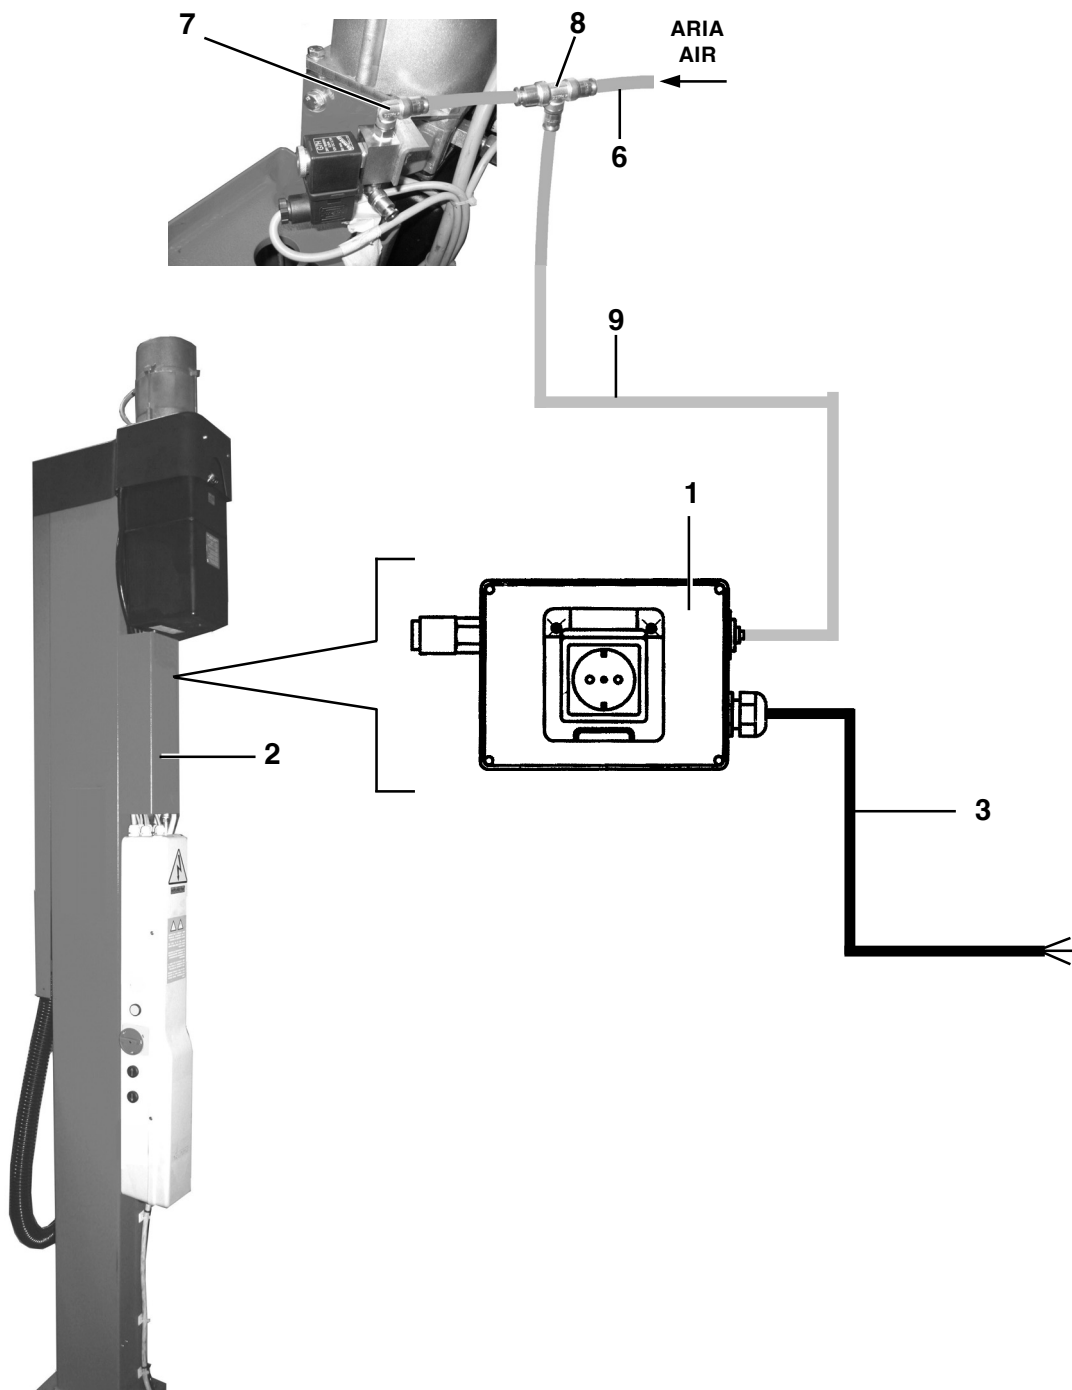

Fig.35
- Fissare la scatola (1 Fig. 35) del kit di distribuzione corrente elettrica + aria compressa al carter (2) tramite le apposite viti;
- Secure box (1 Fig. 35) from power supply kit + compressed air to cover guard (2) using the special screws;
- Den Kasten (1 Abb. 35) des Strom- und Druckluftverteilers mit den entsprechenden Schrauben an der Abdeckung (2) befestigen.
- Die Druckluftleitung (6) nahe am Anschluss (7) zuschneiden und den pneumatischen T-Anschluss (8), der an der Leitung (9) des Kits Energie montiert ist, einfügen.
- Fixer la boîte (1 Fig. 35) du kit de distribution du courant électrique + air comprimé au carter (2) au moyen des vis appropriées;
- Couper le tuyau pneumatique (6) à proximité du raccord (7) et introduire le raccord pneumatique en "T" (8), monté sur le tuyau (9) du kit énergie.
- Fijar la caja (1 Fig. 35) del kit de suministro corriente eléctrica + aire comprimido a la protección (2) mediante los tornillos específicos;